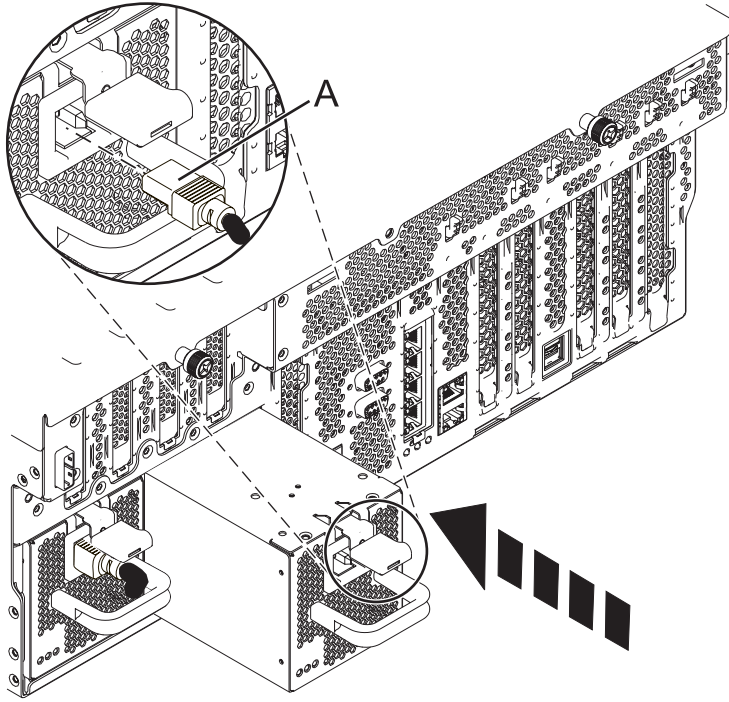

Figure 3. Installation d'une alimentation électrique
5. Insérez l'alimentation électrique jusqu'à ce que le taquet de verrouillage s'emboîte dans son logement comme indiqué dans la figure 3, à la page 5.